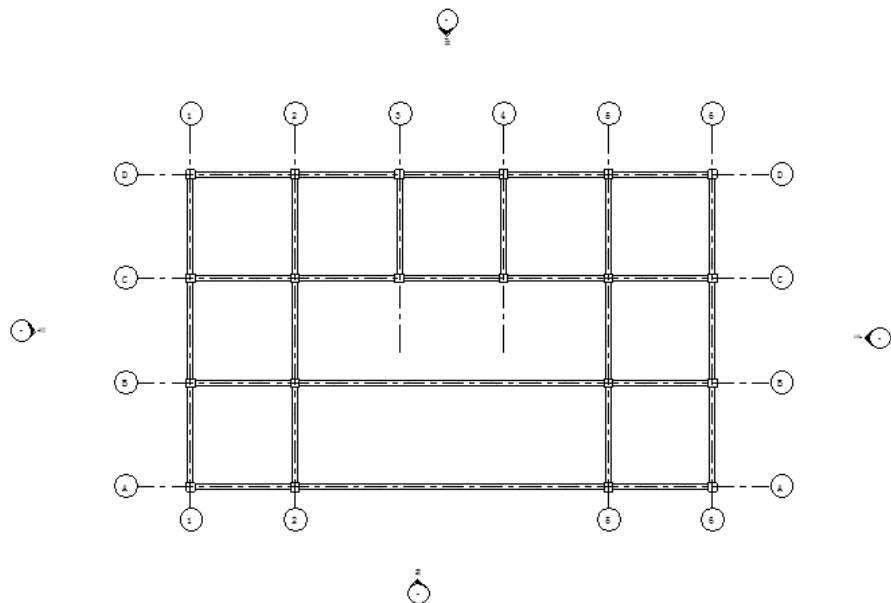

图 13-3 图形文件
- (1) 打开 6.2.2 节绘制的图形文件，如图 13-3 所示。